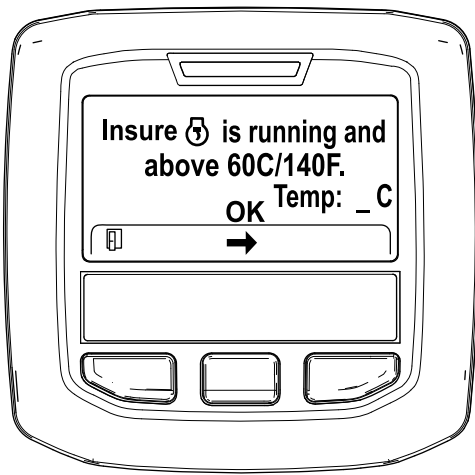

Figura 47
- Se a temperatura do líquido de refrigeração for inferior a 60°C, surge a mensagem "Insure  is running and above 60°C/140°F" (Confirme que está a trabalhar e acima de 60°C/140°F) (Figura 47).